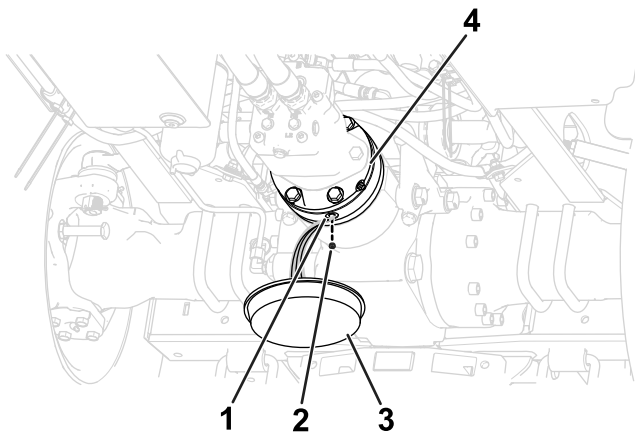

Figura 103
1. Coloque un recipiente debajo del freno hidráulico (Figura 103).
2. Retire el tapón de vaciado del orificio de vaciado (Figura 103).
4. Instale el tapón de vaciado en el orificio de vaciado (Figura 103).